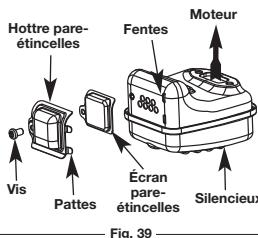

Fig. 39
2. Situez le pot d'échappement sans le retirer. Trouvez la vis sur la partie inférieure du pot d'échappement (Fig. 39). Retirez la vis en vous servant soit d'un tournevis torx #20 ou d'un tournevis plat.